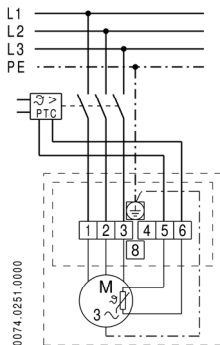

Fig.2: Schemă de conectare racordare
Din construcție, ventilatorul este astfel conectat, încât la racordarea rețelei conform schemei de montaj de conectare (fig.2) să realizeze un randament de dislocare maxim posibil. În execuția standard rezultă astfel direcțiile de rotație și dislocare conform tab.2.
- Direcția de dislocare poate fi inversată. În acest scop, spre deosebire de situația din fig.2, conducta de rețea L2 trebuie conectată la clema 1, iar L1 la clema 2 (inversarea conductelor exterioare). Țineți cont de faptul că în acest fel